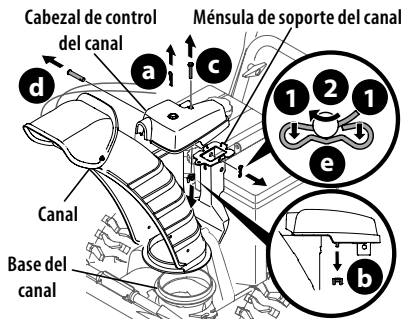

Figura 29
1. Retire el pasador de chaveta (a), la tuerca de mariposa (b) y el tornillo hexagonal (c) del cabezal de control del canal. Extraiga el pasador de horquilla (d) y el pasador de chaveta con unión curva (e) de la ménsula de soporte del canal (Figura 29).